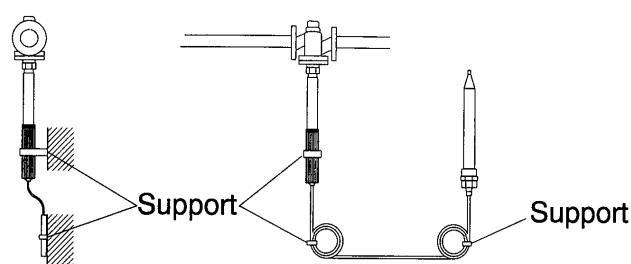

Рис.2. Закрепление термостата.
1. При наличии вибрации в работе системы требуется подпереть регулировочный цилиндр и укрепить капиллярную трубку. Для регулировочного цилиндра и для блока вывода капиллярной трубки со стороны регулировочного цилиндра предусмотреть достаточный запас свободного пространства (Рис. 2).